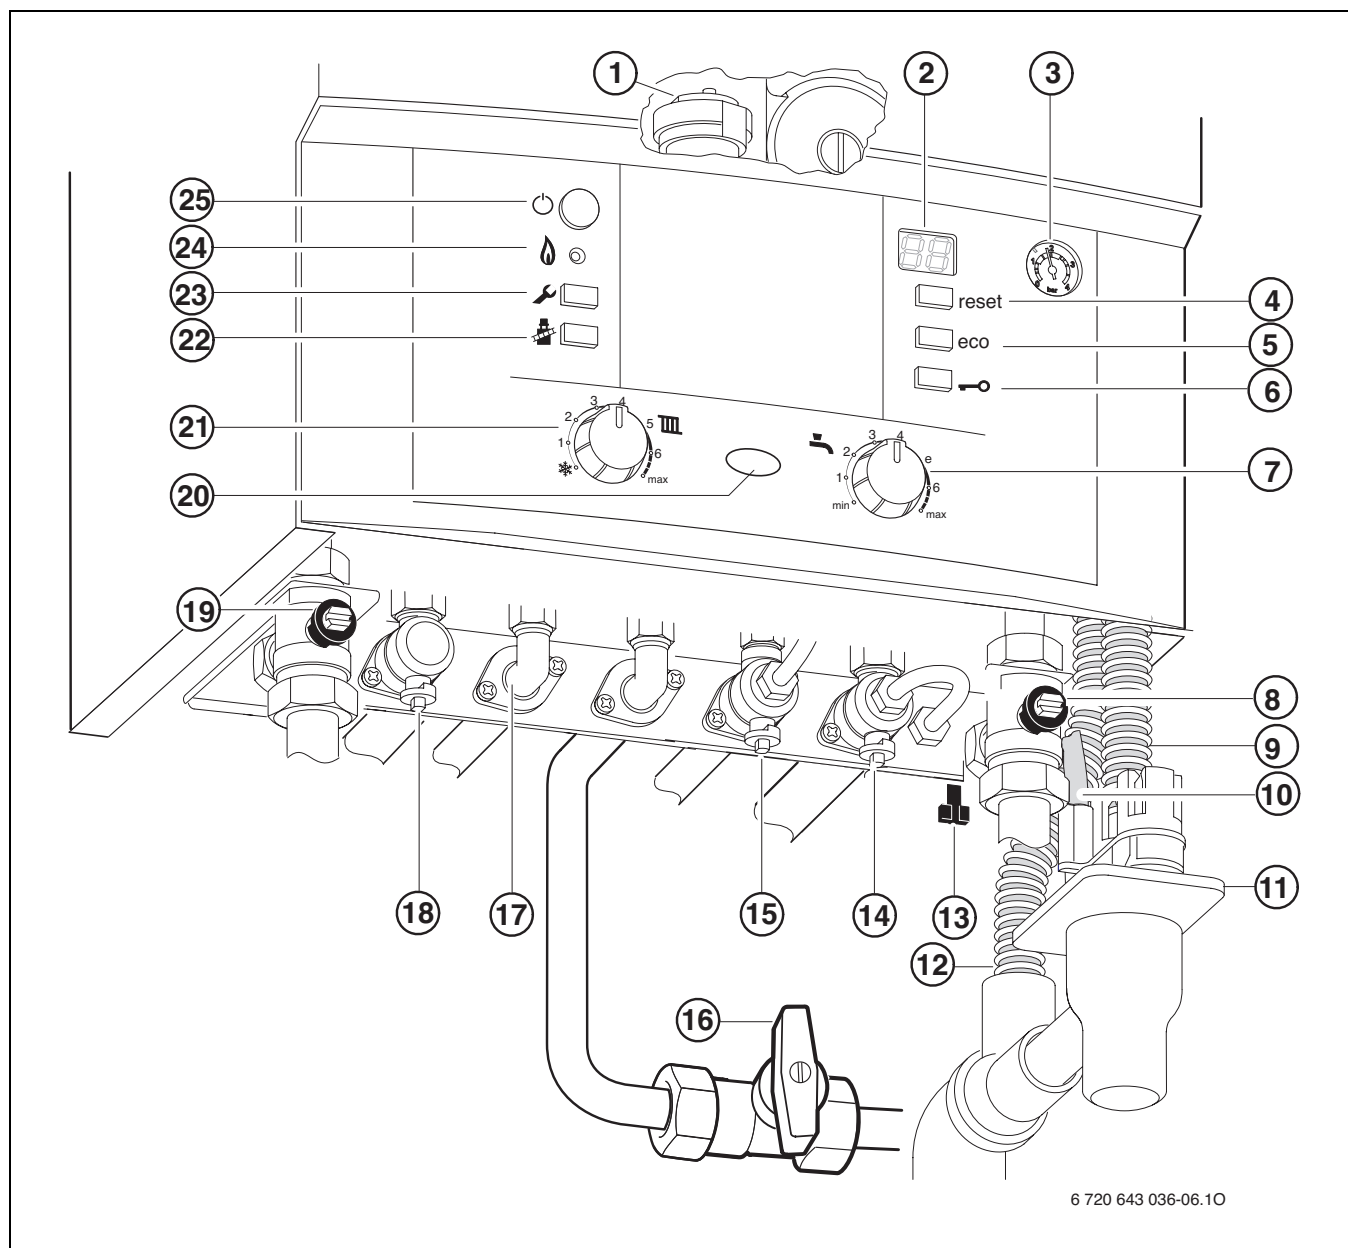

Fig. 24
- ▶ Abrir a válvula de alimentação do acumulador intermédio e a válvula de retorno do acumulador intermédio [8 e 19, fig. 24].
- ▶ Abrir a válvula de retorno do aquecimento e a válvula de alimentação do aquecimento [18 e 14, fig. 24], encher a instalação de aquecimento a 1 - 1,5 bar e fechar a torneira de enchimento.
- ▶ Abrir a válvula de água fria [15, fig. 24].